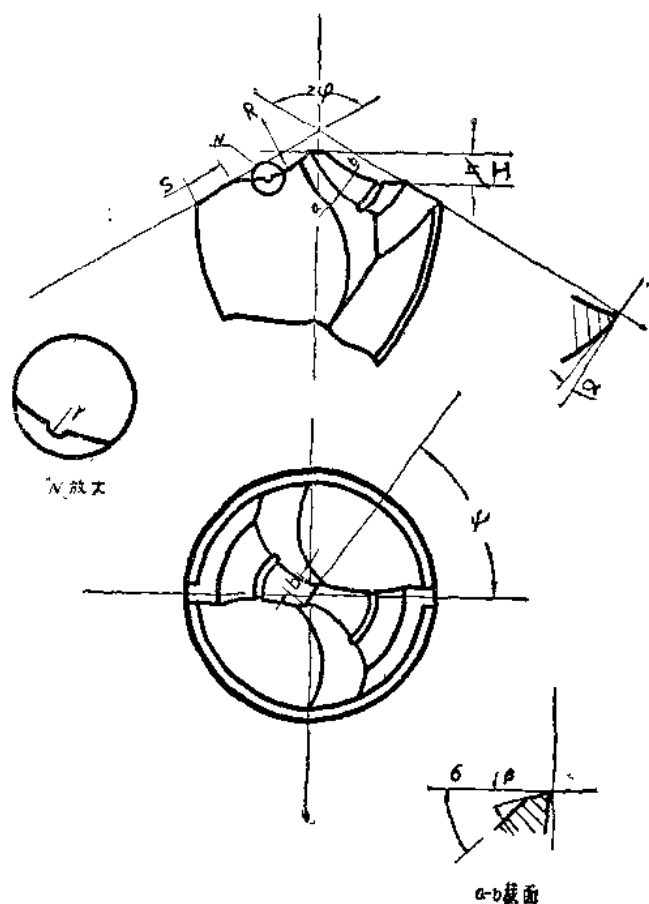

图 3
- (1) 靠近中心处，前角变负值为正；
- (2) 中心较两边的高度值稍有加大；
- (3) 横刃长度根据材料性质决定，为普通钻头横刃长度的 $\frac{1}{3} - \frac{1}{4}$ （材料越软，横刃越短）。
- (4) 较大钻头在钻头后面（月牙形分屑槽处）开小分屑槽。（见图3）
注：钻头的几何形状见图3